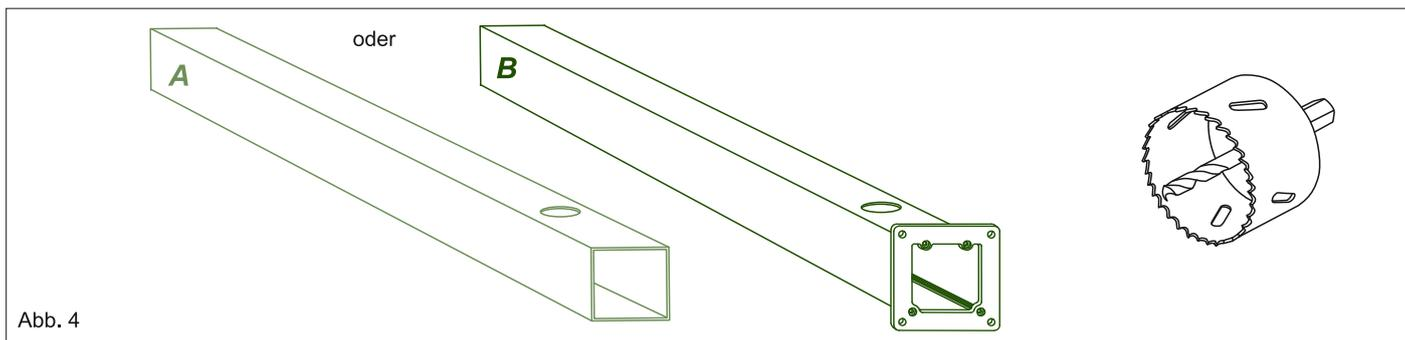

Abb. 4
5. Das Flacheisen dient der Stabilisierung der Rinne. Das eine Ende vom Flacheisen in die Rinne einführen. Sie können dabei das Rohrgleitmittel (als Zubehör für Abwasserrohre) oder Seife verwenden. Danach beide Enden der Rinne mit Silikon versiegeln. Siehe Abb. 4.
1a. Halten Sie das Wandprofil an der Montagestelle fest und markieren Sie die Stellen auf dem Wandprofil, wo die Vorbohrungen für die Wandmontage gesetzt werden können (im Zick-Zack-Format mit ca. 20 cm Abstand. Siehe Abb. 4). Anschließend nehmen Sie die Bohrungen mit einem Metallbohrer im Wandprofil vor. Anschließend Bohren Sie mit einem Beton/ Steinbohrkopfbohrer einen, für den für die Montage vorgesehenen Dübel, passendes Bohrloch in der richtiger Höhe, durch ein äußeres Loch in dem Wandprofil und befestigen Sie den Wandprofil sicher an der Wand. Siehe Abb 2.
1c. Wiederholen Sie diese Schritte für alle andere in dem Wandprofil vorhandene Löcher und stellen Sie fest, ob das Wandprofil so stabil an der Wand montiert ist, dass dieses die ganze Überdachungskonstruktion, sicher tragen kann. (Befestigen Sie bei einer Überdachungslänge von 8 - 12 m auch das zweite Wandprofil direkt angrenzend an das erste Wandprofil, beachten Sie auch hier die Schritte 1a. - 1d.). Siehe Abb. 4.
**A) B) 3.** In einem der Pfosten wird das Wasserablaufrohr versteckt. Je nach Rohraustritt aus dem Pfosten (sichtbar über die Erdoberfläche oder einbetoniert/eingegraben im Erdreich) markieren Sie die Stelle für den Abfluss an unteren Ende des Pfosten und schneiden Sie mit einem Lochbohrer/einer Lochsäge eine 80mm Öffnung in den Pfosten. Siehe Abb. 4.
4. Befestigen Sie nun jeden Mittelsparren jeweils mit 2 Schrauben an dem Wandprofil und an dem Rinnenprofil. Zusätzlich wird jeder Mittelsparren mit einer Schraube an den Rinnenprofil von unten angeschraubt. Siehe Abb. 4.
1. Die Polycarbonatplatten werden bereits mit dem Klebeband verschlossenen Kanten geliefert. Wenn Sie die Polycarbonatplatten gekürzt haben oder diese ohne die verschlossenen Kanten geliefert bekommen haben, so empfehlen wir die Kanten mit dem Atmungsaktiven Klebeband zu verkleben umso die Verschmutzungen in den Hohlkammern der Platten zu vermeiden. Siehe Abb. 4.
4. Zum einrasten der Sparrenabdeckungen können Sie einen Gummihammer, mit angemessener Kraft, verwenden. Beachten je nach Ausführung ihrer Terrasse die untere Abbildung. Siehe Abb. 4.